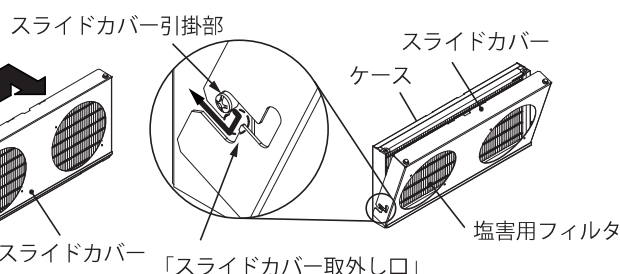

図4
3. スライドカバー引掛部が「スライドカバー取外し口」を通過するようにスライドカバーをスライドさせ、ケースから取り外してください。(図 4)